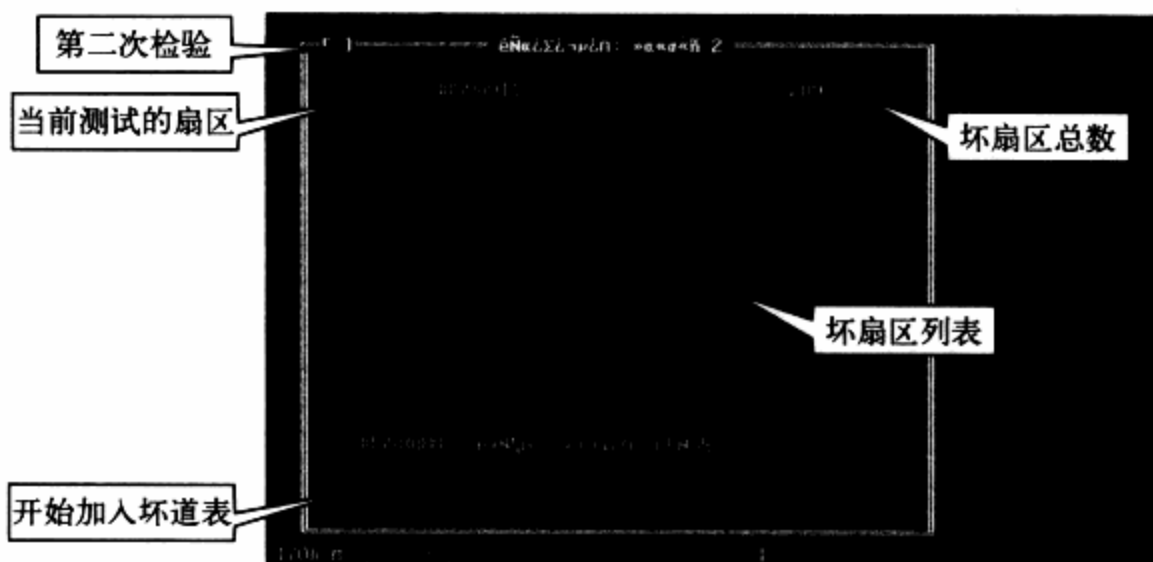

图9-15 第二次检验界面
**步骤 04** 当第一次检验结束后，直接按Enter键，进入第二次检验。如图9-15所示。